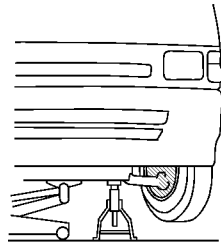

图 16-42 顶起车身前侧并用支架支撑住
- (1) 顶起车身前侧并用支架支撑住，如图 16-42 所示。